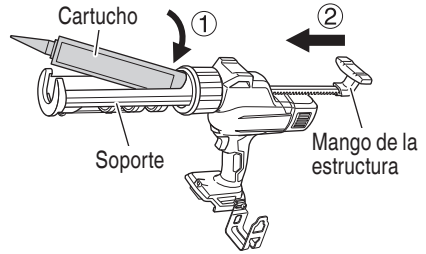

Fig. 20
- (4) Cargue el cartucho en el soporte. (Fig. 20)